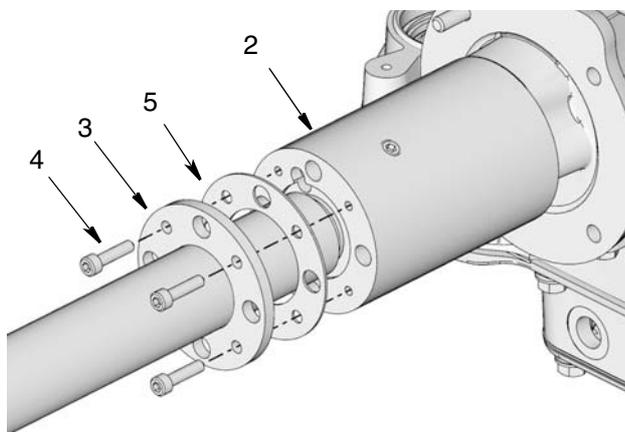

Рис. 19
7. **Только для моделей типа "труба в трубе":** Выкрутите винты (4), крепящие трубку (3) к переходнику насоса (2). Извлеките трубку и прокладку (5), и отложите эти детали в сторону для использования во время обратной сборки (Рис. 19).